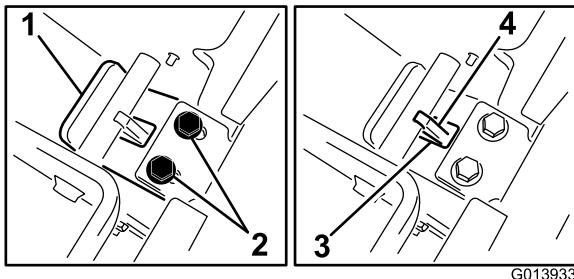

Figura 9
2. Manteniendo la presión sobre la chapa trasera, deslice la lengüeta hacia usted, hasta que el borde de la chapa de la lengüeta entre en contacto con el travesaño (Figura 9).